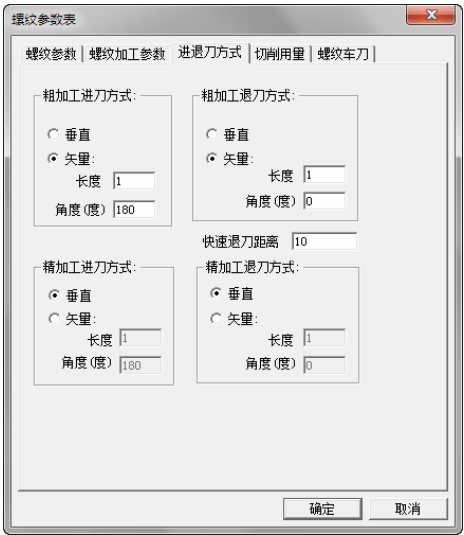

图 4-213 螺纹切削进退刀方式参数设定
3) 单击“进退刀方式”选项卡，粗加工进刀方式：矢量；粗加工退刀方式：矢量，具体参数如图 4-213 所示。